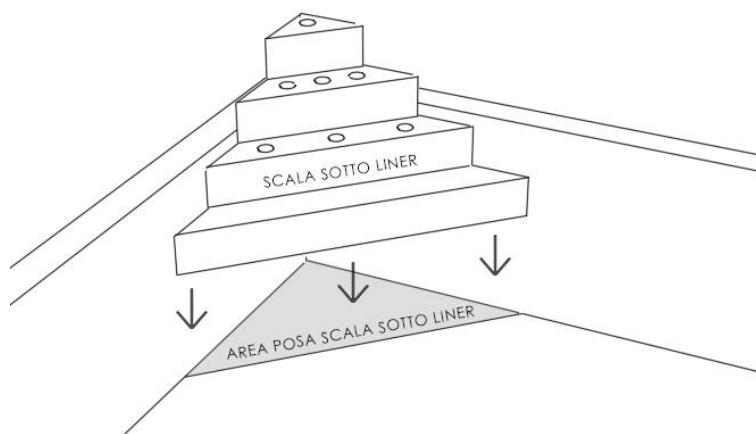

Figura 2 - Posa scala sotto liner
- Presentare il corpo scala nella posizione di progetto e controllare la complanarità della scala con le pareti della piscina, verificandone l'angolo retto a 90° (vedi figura 2).